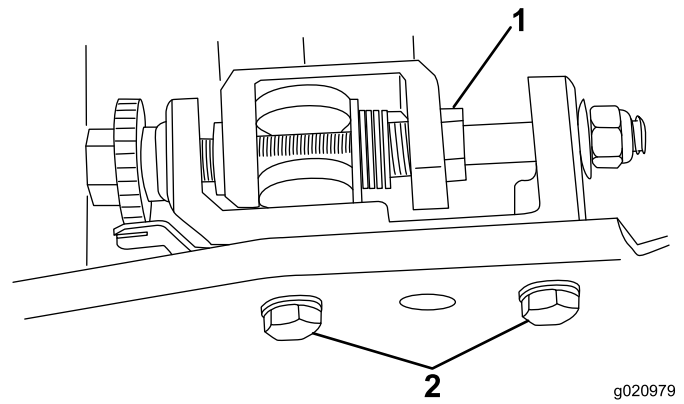

图4
- 使用 $\frac{7}{8}$ 英寸的标准扳手，拧松右和左底刀调节器上的弹簧张力螺丝（图4）。
- C. 卸下将左底刀架调节器架固定到侧板上的 2 个螺栓和垫圈（图4）。
16. 如果您打算将此套件安装到序列号在 230999999 之前的 **Greensmaster 800 剪草机**、序列号在 229999999 之前的 **Greensmaster 1000 剪草机**或序列号在 260001401 之前的 **Greensmaster 1600 剪草机**上，请使用之前卸下的螺栓和垫圈，将左底刀架调节器架安装到侧板上（图4）。